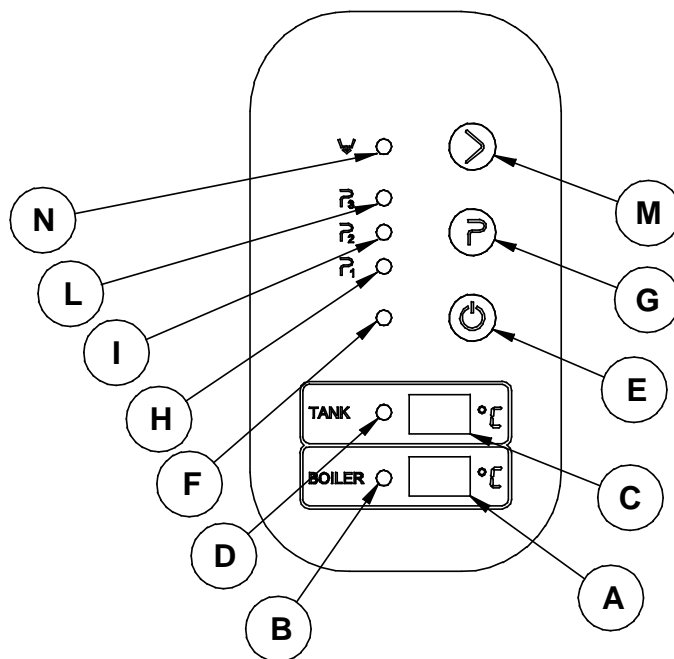

Figura 1
Con riferimento alla figura 1, l'accensione della macchina avviene premendo l'interruttore generale (E) ed è segnalata dalla contemporanea accensione della spia (F).